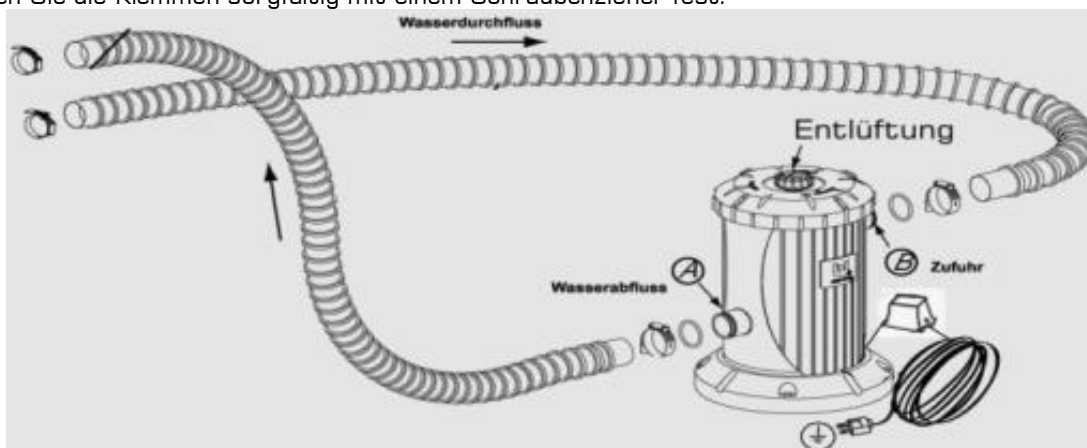

Abb. 26
3. Anschließen der Pumpe im Filterkreislauf (Abb.26)